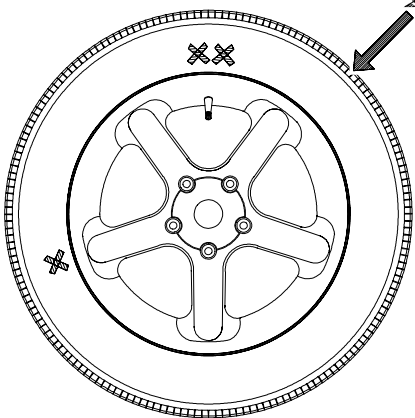

Figure 30
1. La machine affiche "**VAL tOP**". Tournez la roue de telle sorte que la valve soit dans la position supérieure (12 heures) puis appuyer sur le bouton F. La machine mémorise la position de la valve. Voir Figure 30.